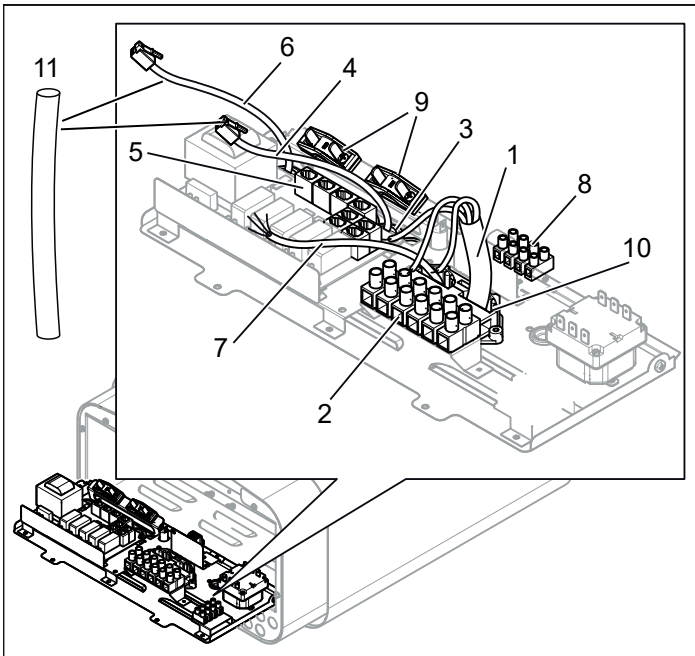
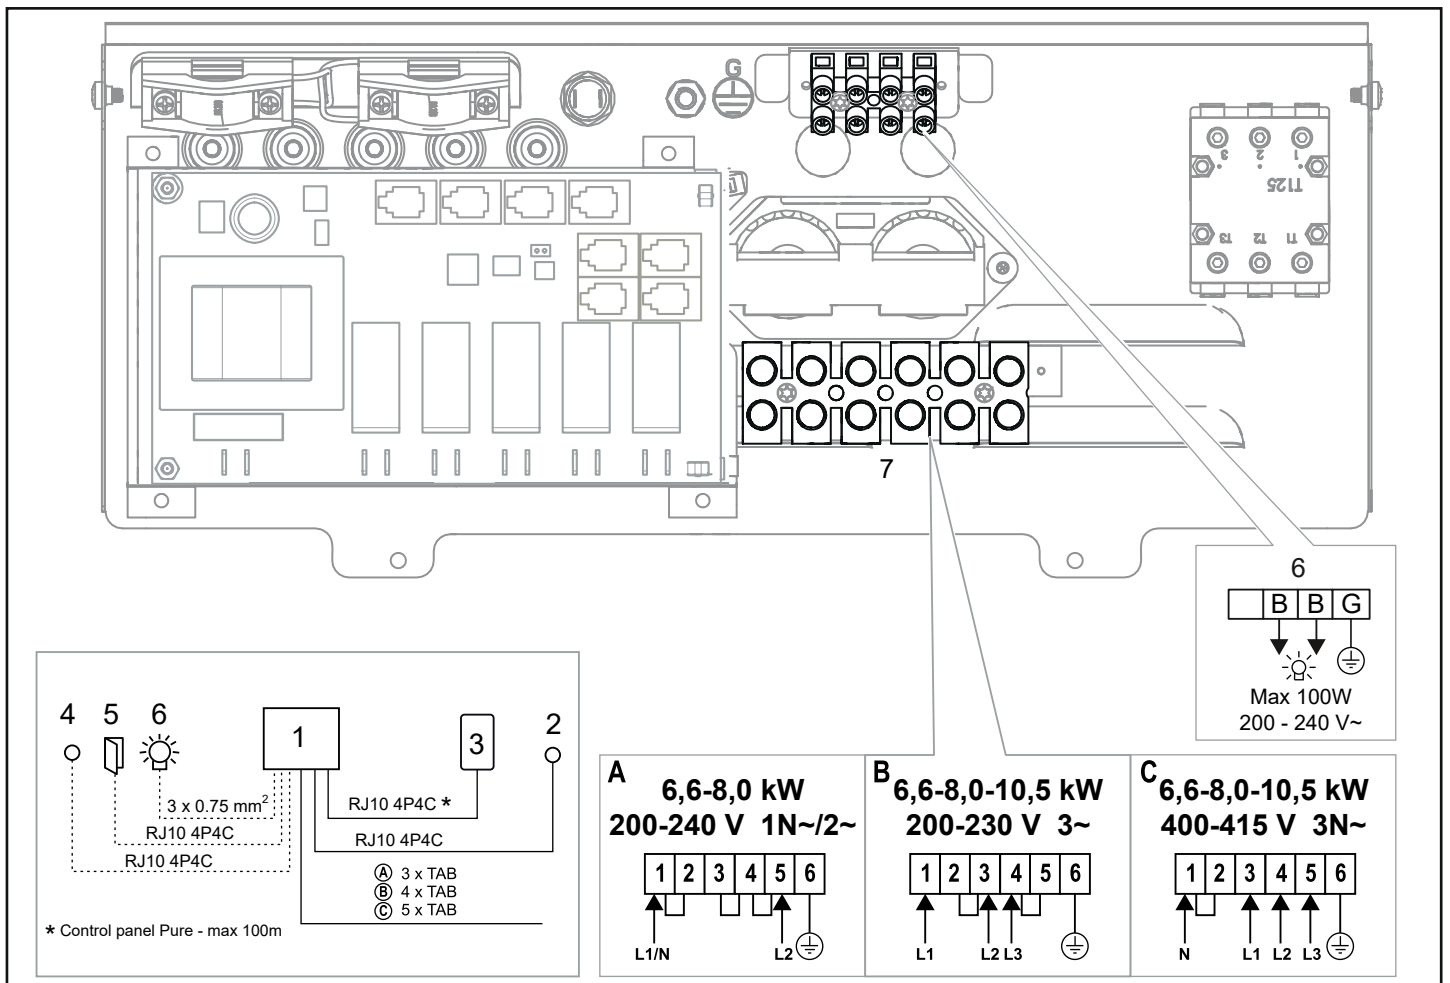
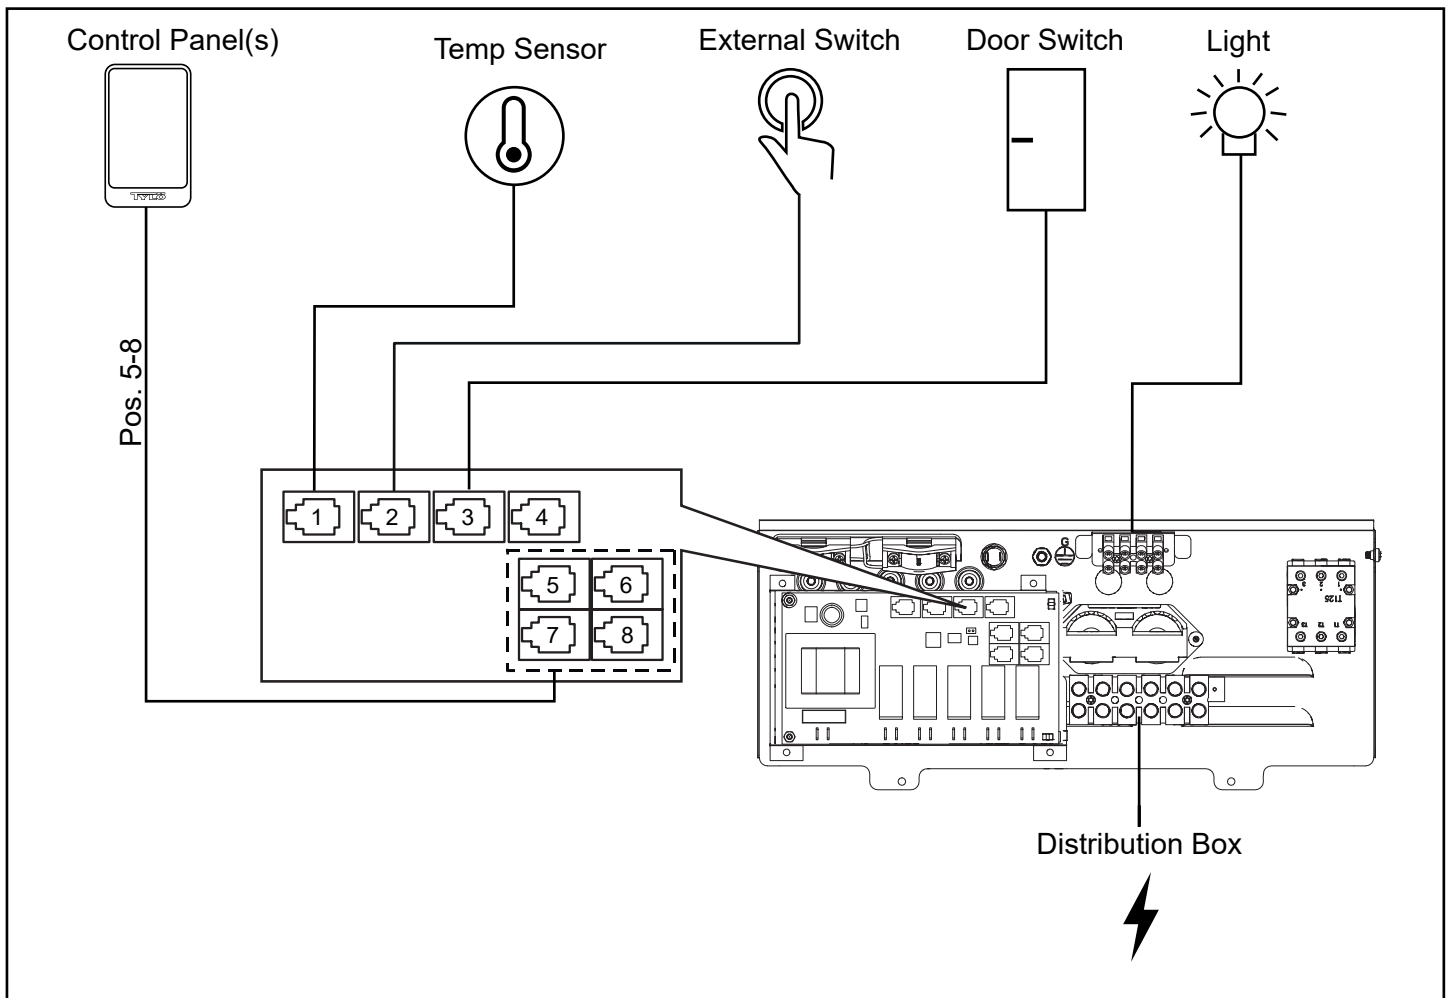

Рисунок 9: Монтажная плата
Рисунок 17: Схема соединений
Рисунок 18. Схема установки Sense Pure
3. Подключите провод (см. рис. 9) согласно схеме соединений (см. рис. 17).
- Протяните кабели к панели управления и датчику температуры через кабельные вводы (см. рис. 9). Подключите кабель панели управления к одному из четырех контактов RS485 (поз. 5-8) (5) (см. рис. 18).
- Подключите кабель датчика к NTC-контакту на плате (поз. 1) (см. рис. 18).
- Подключите провод к соединению см. рис. 9, согласно схеме соединений, рис. 17.
При подключении к источникам напряжения или при ином числе фаз, не указанном в схеме соединений, рис. 17, свяжитесь с технической службой Tufo.